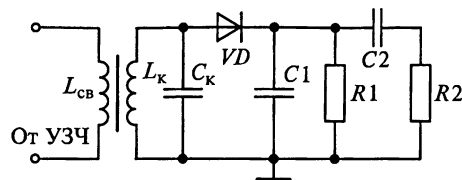

Рисунок 8
5. Собственное сопротивление контура $R_k = 50 \text{ кОм}$. Необходимо, чтобы диодный детектор (рисунок 8), подключенный к контуру не увеличивал его затухание более, чем на 20%. Найти сопротивление резистора R_1 .
- В УП и ОС сопротивление нагрузки диодного детектора, выполненного по последовательной схеме (рисунок 8), равно 12 кОм. Найти емкость конденсатора, шунтирующего нагрузку, если верхняя частота модуляции $F_B=3,5$ кГц, а максимальное значение коэффициента модуляции $m_{AMmax}=0,8$.